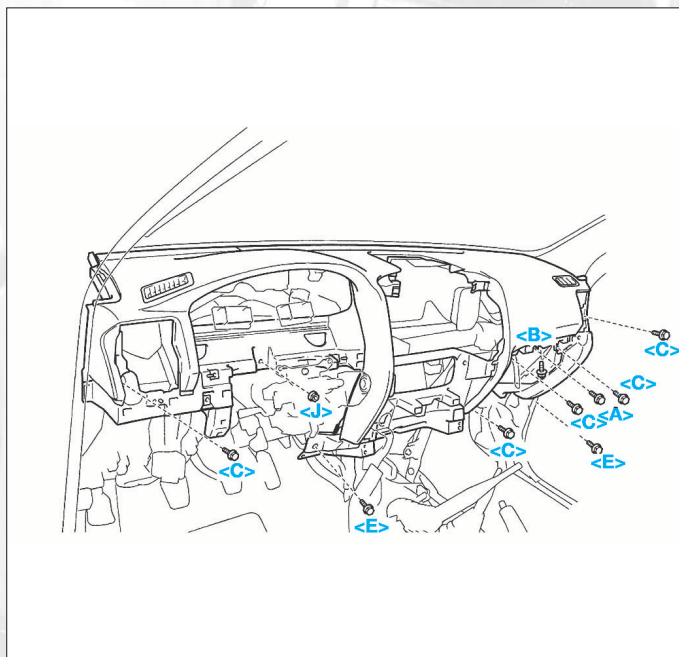

FIG.43
- Déposer les 9 boulons ainsi que l'écrou (Fig.43) maintenant la planche de bord.